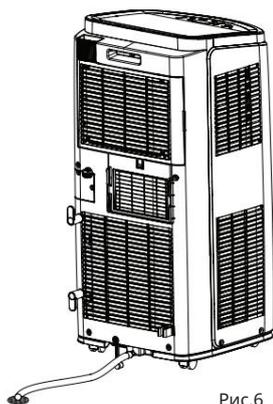

Рис.6
1. В режиме охлаждения, осушения или обогрева конденсат будет стекать в корпус (как показано на рис. 6).